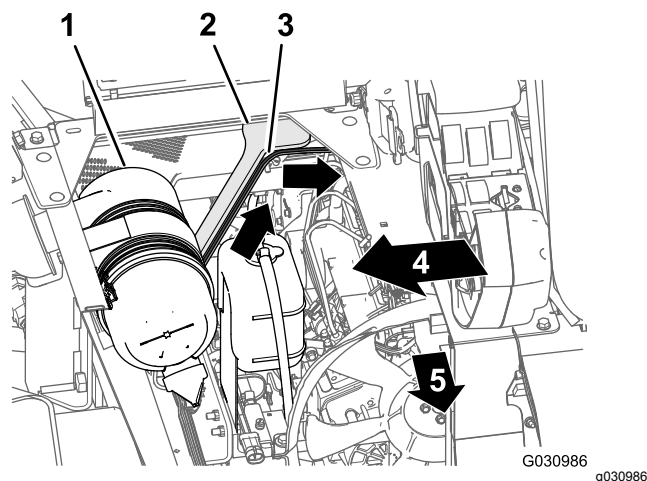

図 114
1. ワイヤハーネスの 108cm の枝を、エンジンルームの上から内部へ入れ、エンジンシュラウドの右側サポートに沿って前方へ進め、エアフィルタとエンジンをつないでいるダクトまで導く図 114。